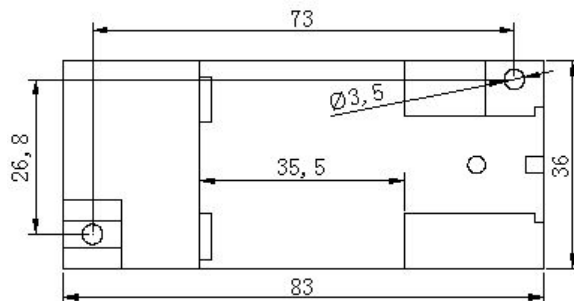

图 5 外形安装尺寸图
- ① 把变送器固定卡槽一侧勾在安装导轨上;
- ② 向下牵动弹簧销;
- ③ 使变送器卡口套在安装导轨上;
- ④ 松开弹簧销, 变送器卡在安装导轨上。
- ① 按图 5 所示的螺孔位置在固定板上打直径为 4mm 孔;
- ② 使用小于 $\Phi 3.5$ 的螺钉插入孔中固定。